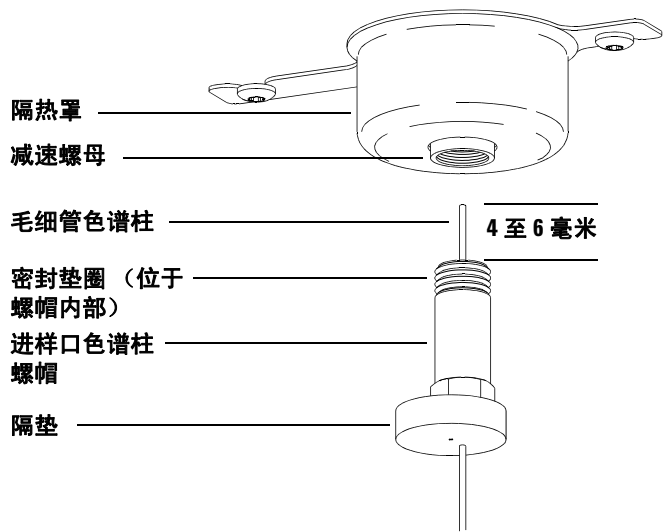

图 3 在分流 / 不分流进样口中安装毛细管色谱柱
- 2 在色谱柱螺母下面放置隔垫，使其比密封垫圈端部高出 4 至 6 毫米（见第 33 页的图 3）。